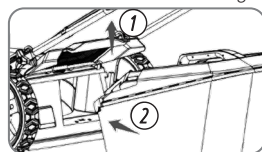

Fig. 5
INSTALAREA ȘI ÎNDEPĂRTAREA SACULUI DE COLECTARE (FIG. 5)
3. Eliberați capacul de evacuare din spate și fixați sacul în poziție (Fig. 5).